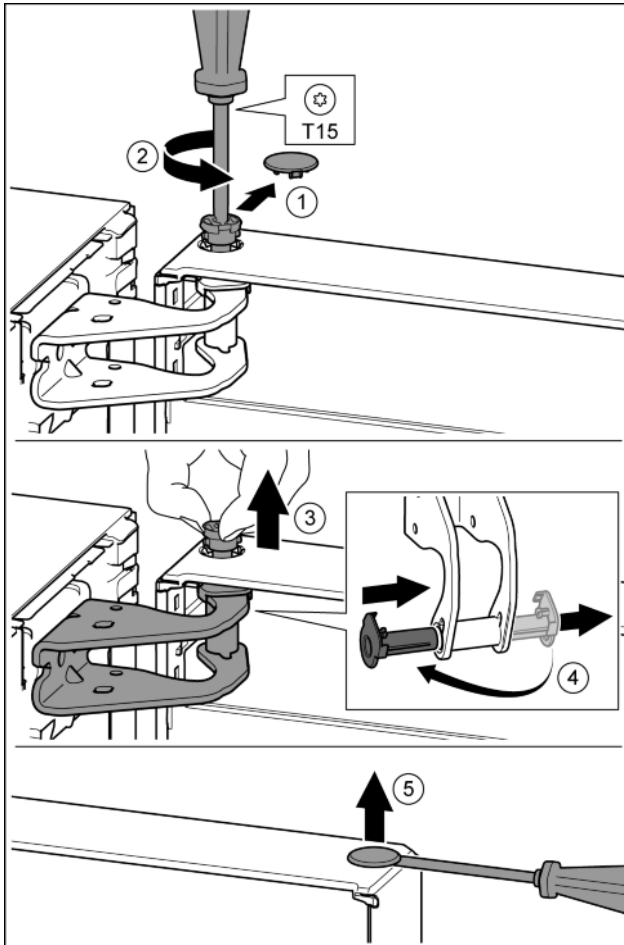

Fig. 8
- ▶ Veiligheidsafdekking voorzichtig eraf trekken. Fig. 8 (1)
- ▶ Bout met schroevendraaier T15 een stukje eruit draaien. Fig. 8 (2)
- ▶ De deur vasthouden en de bout met de vingers eruit trekken. Fig. 8 (3)
- ▶ Lagerbussen uit de geleiding trekken. Op de andere kant aanbrengen en vastklikken. Fig. 8 (4)
- ▶ Stop voorzichtig met een sleufschroevendraaier uit de lagerbus van de deur optillen en eruit trekken. Fig. 8 (5)